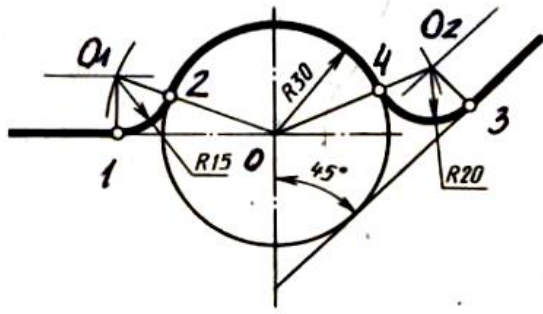

Рисунок 25 – Сопряжение двух прямых с дугой
3) Сопряжение двух прямых с дугой (рисунок 25).